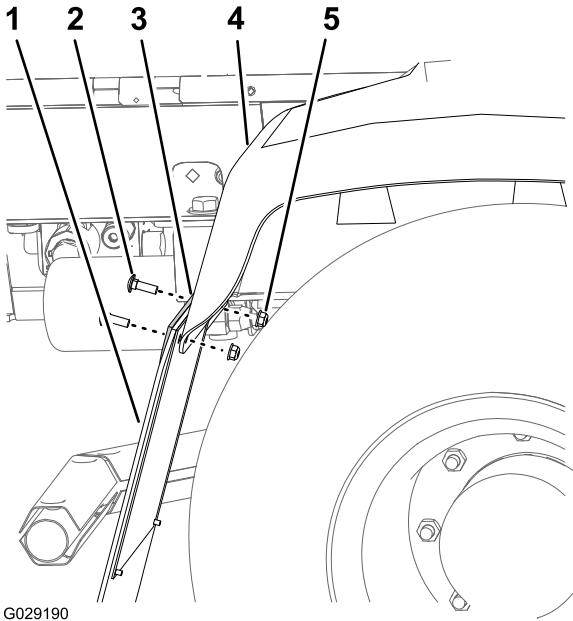

図 5
2. 泥はねガードを後フェンダマウントと右後フェンダに固定しているキャリッジボルト2本とフランジロックナット2個を取り外す図5。